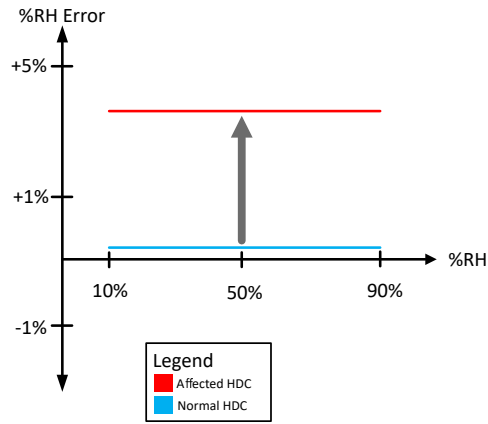

図 2-3. RH オフセット誤差の例
- **RH オフセット:**周囲の RH レベルや温度が変化しても一定に現れる、RH 誤差の正または負のシフトを指します。図 2-3 は、RH レベル全体にわたって %RH 誤差が一樣に増加する様子を示しています。